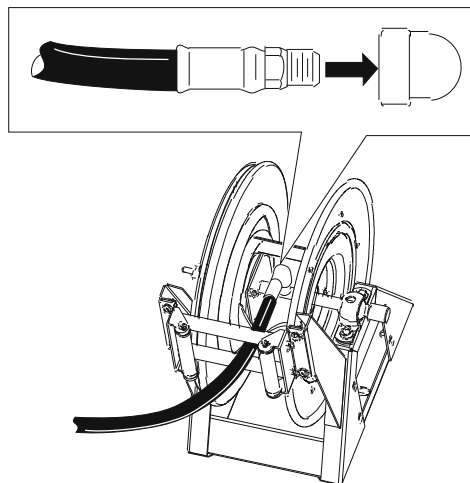

図29
1. ホース (長) のフィッティングのネジ部にテフロンテープを左回りに巻き、フィッティングをリールの接続チューブに差し込む (図29)。